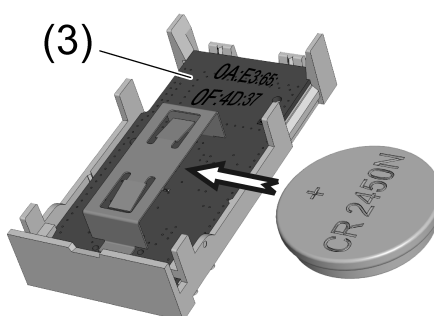

Figura 3: Inserire la batteria
- Inserire la batteria nel portabatterie (Figura 3). Attenzione alla polarità: il polo positivo della batteria deve essere rivolto in alto.
- Osservare l'indirizzo MAC (3) (Figura 3). L'indirizzo è necessario per connettere il sensore all'unità.
- Immettere l'indirizzo MAC (3) (Figura 3) nel campo di testo.